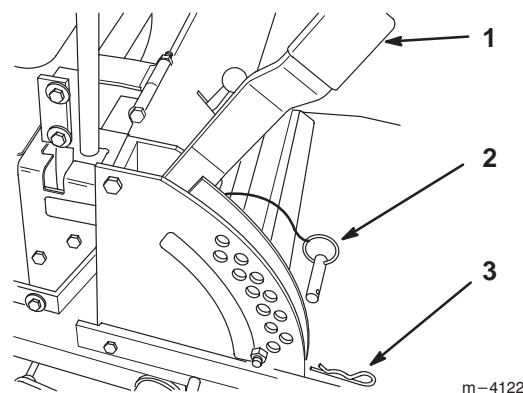

Abbildung 16
1. Den Schnitthöhenhebel auf Transport-Position hochziehen (gleichzeitig die 114 mm (4-1/2") Schnitthöhenposition) (Abb. 16).
2. Zur Einstellung Splint und Sicherungsstift aus dem Schnitthöhenbügel entfernen (Abb. 16).
3. Das Loch im Schnitthöhenbügel wählen, das der gewünschten Schnitthöhe entspricht. Den Griff auf Transportposition hochziehen und den Sicherungsstift einsetzen (Abb. 16).
4. Den Sicherungsstift mit dem Splint sichern (Abb. 16).